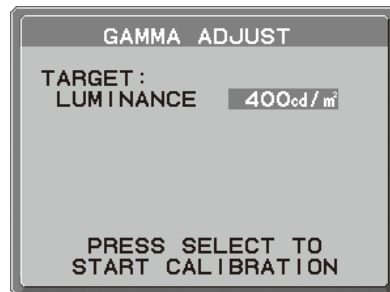

図 14
4. 希望する TARGET LUMINANCE を設定します。(図 14)